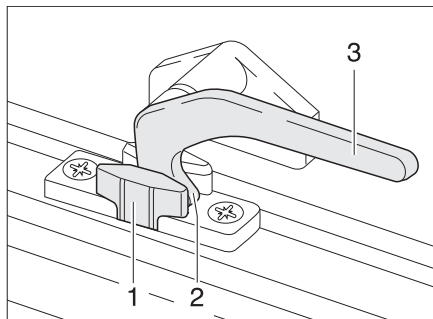

Fig. 37 Levier de verrouillage en position "Aération permanente"
- En position "Aération permanente" (Fig. 37)
- Tourner le levier de verrouillage (Fig. 37,3) d'un quart de tour vers le centre de la fenêtre.
- Remettre le levier de verrouillage en position initiale. Le tenon de verrouillage (Fig. 37,2) doit pénétrer alors dans le logement prévu à cet effet dans le verrouillage de fenêtre (Fig. 37,1).